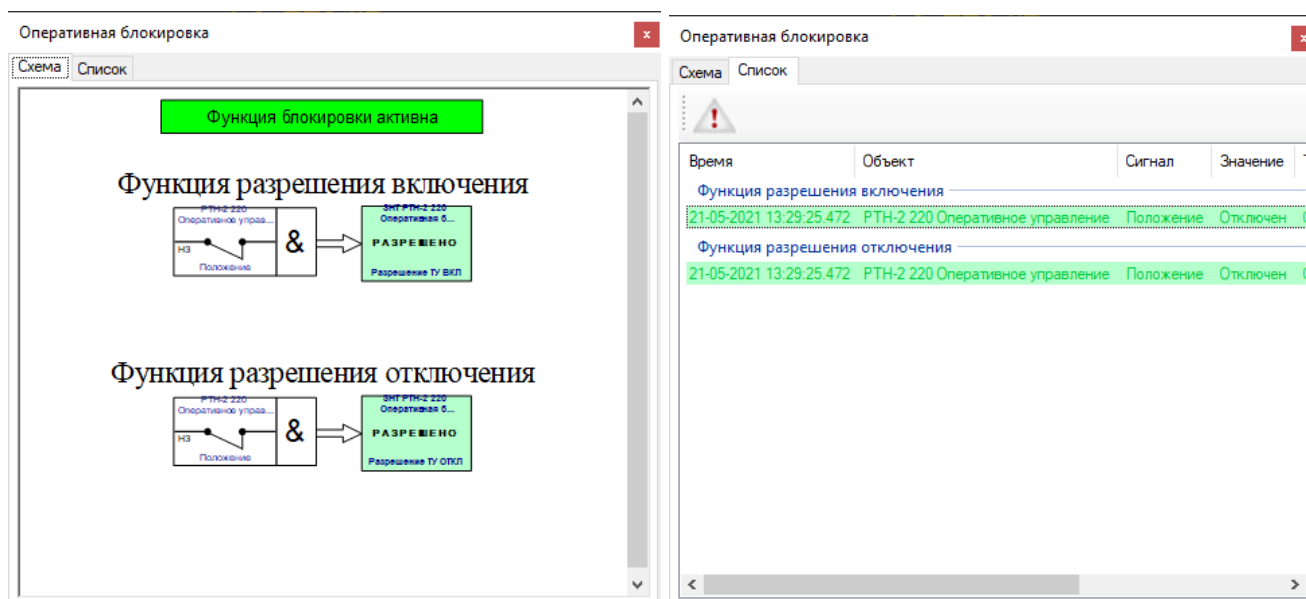

Рисунок 99 – Окно «Оперативная блокировка»: вкладки «Схема» и «Список»
- Оперативная блокировка с вкладками «Схема» и «Список» (см. рисунок 99)